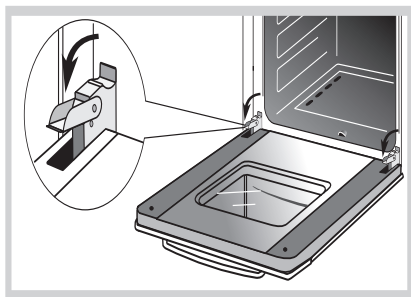

Рис.26
- поднимите и поверните до упора рычаги, расположенные на двух шарнирах (рис. 26),